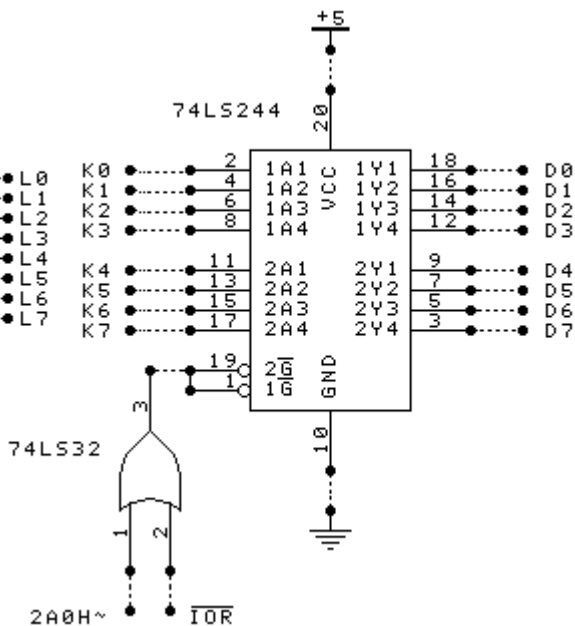

图4-2-2
3、按下面图4-2-2简单并行输入接口电路图连接电路(74LS244插通用插座, 74LS32用实验台上的“或门”)。74LS244为八缓冲器, 8个数据输入端分别接逻辑电平开关输出K0~K7, 8个数据输出端分别接数据总线D0~D7。